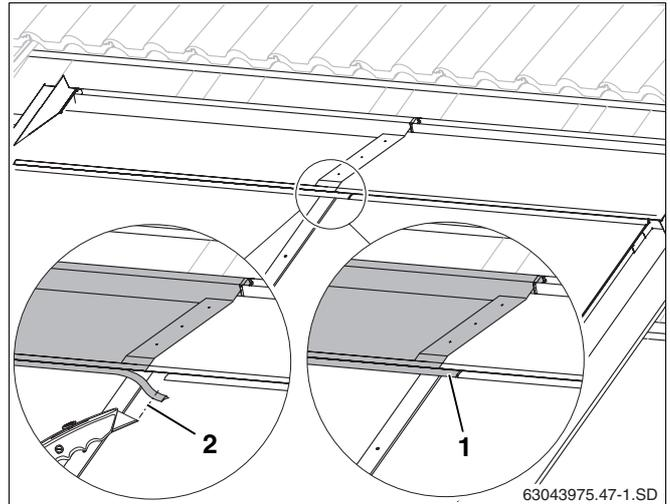

Fig. 57 Taglio dello spigolo di gomma
- Accorciare lo spigolo di gomma (fig. 57, **pos. 2**) finché non urta contro lo spigolo di gomma della lamiera di copertura destra.
- Disporre lo spigolo di gomma della lamiera di copertura sinistra sulla piega della lamiera di copertura destra (fig. 57, **pos. 1**).